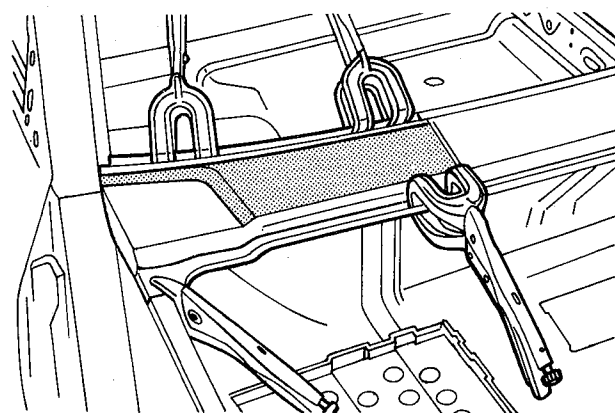

fig. 107
7. Posicionar o novo componente, e fixá-lo com grampos. Se necessário, ajustá-lo (fig. 107)